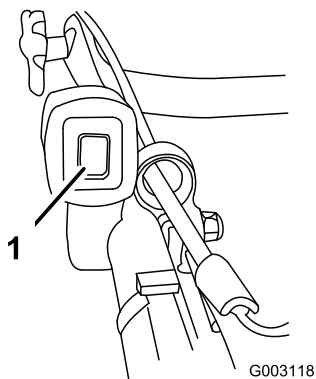

Figura 14
1. Ponga el interruptor de encendido en la posición de Encendido ("I") (Figura 14).